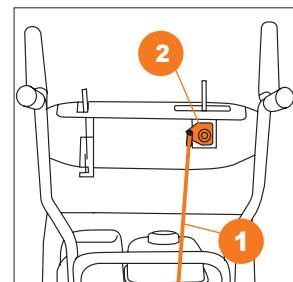

Рис. 10
- Подсоедините штангу рычага выбора передач ① к кронштейну рукоятки панели управления и зафиксируйте шплинтом ② (Рис. 10).